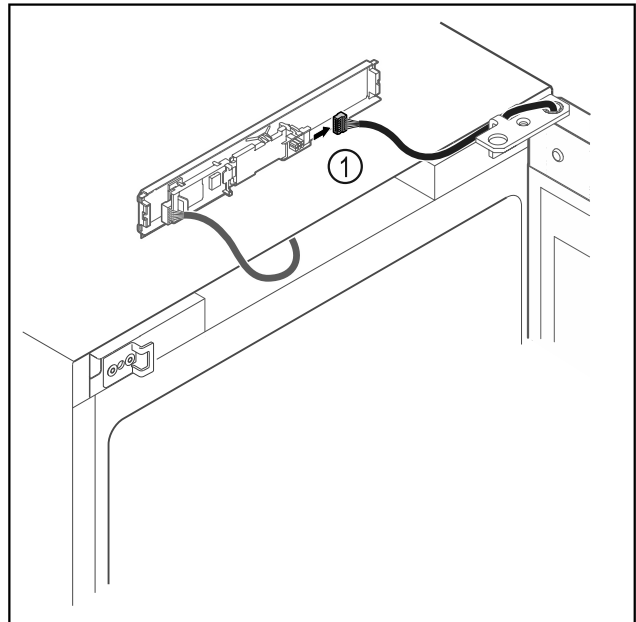

Fig. 8
- Odvojite utikač Fig. 8 (1) od tiskane pločice.